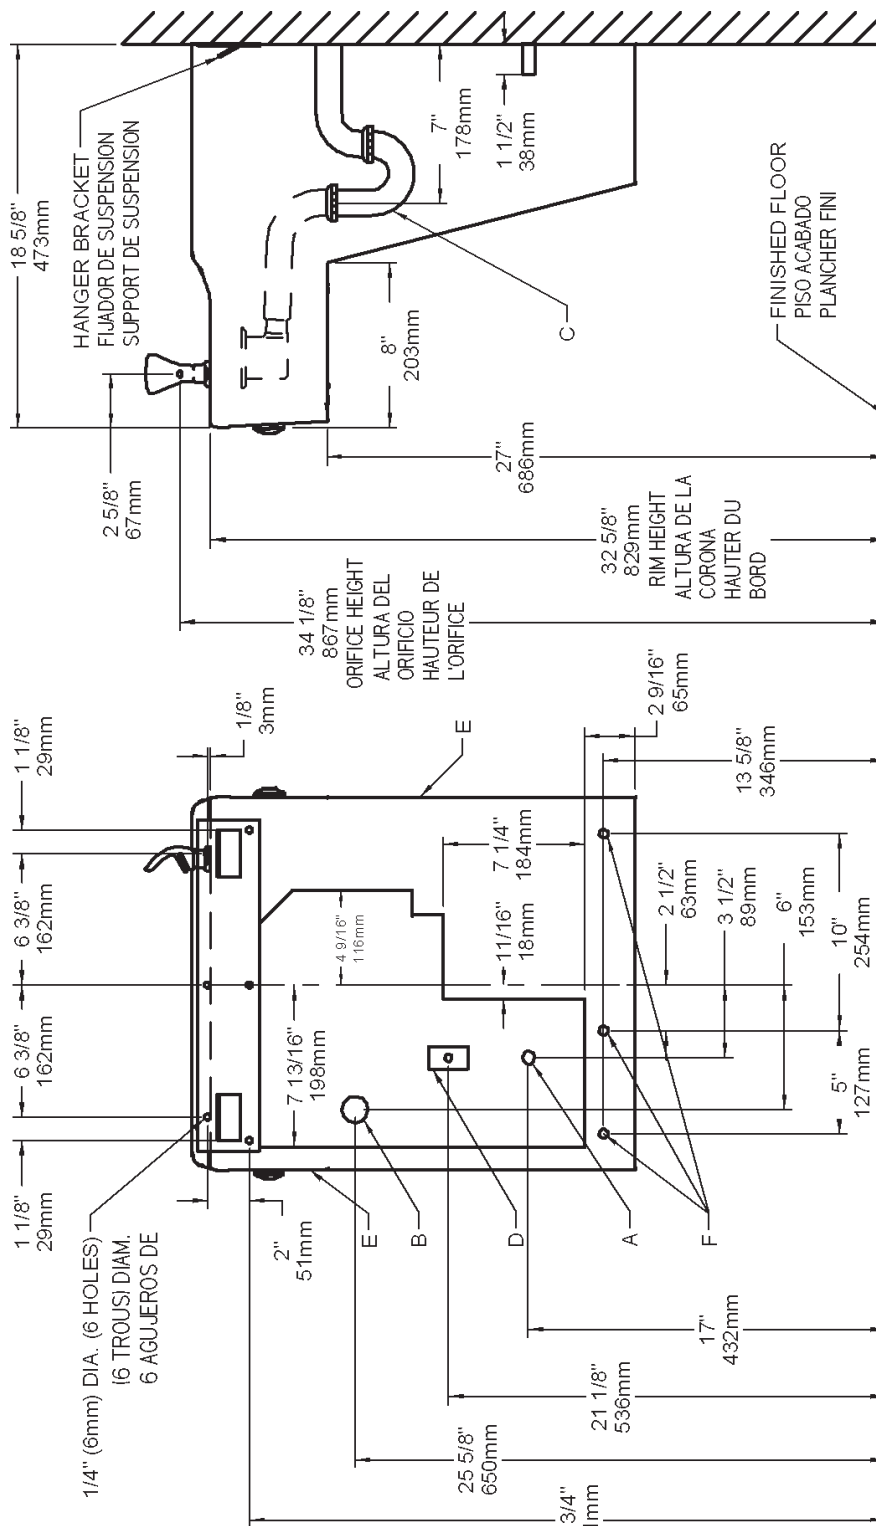

FIG. 5
- 1) Remove hanger bracket fastened to back of cooler by removing one (1) screw.
- 2) Mount the hanger bracket and trap as shown in Figure 5.
- 1) Quite el fijador de suspensión sujetados a la parte posterior del enfriador quitando un (1) tornillo.
- 2) Monte el fijador de suspensión y quite el purgador como se muestra en la Fig.5.
- 1) Retirez le support de suspension à l'arrière du refroidisseur en enlevant une (1) vis.
- 2) Installez le support et le siphon tel qu'indiqué à la fig. 5.